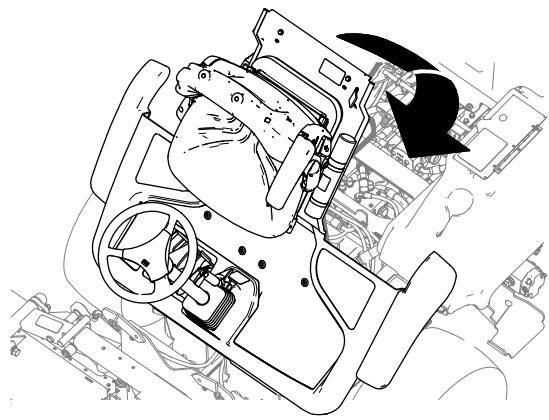

Figura 42
1. Abbassate la piattaforma con cautela (Figura 42).